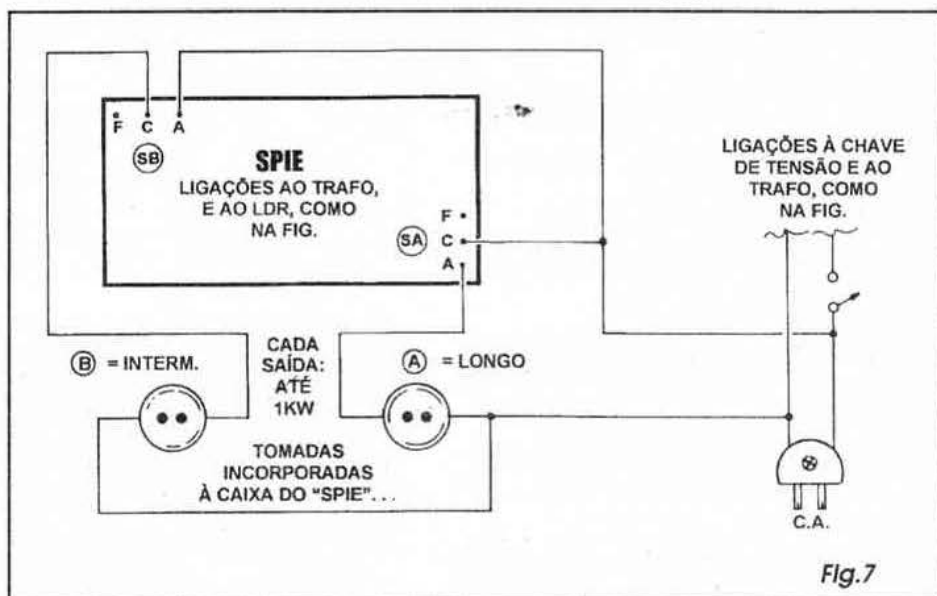

Fig.7
- FIG. 7 - OUTRA OPÇÃO DE INSTALAÇÃO/ CONEXÃO DAS CARGAS -